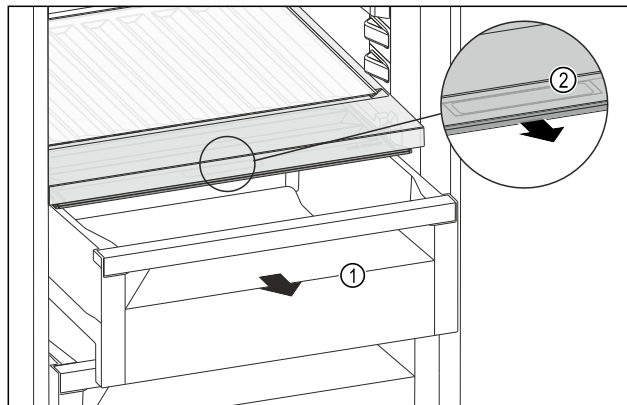

Fig. 170
- ▶ Tërhiqni jashtë sirtarin Fig. 170 (1).
- ▶ Kapni dorezën e futur Fig. 170 (2) në kapakun e ndarjes dhe në të njëjtën kohë tërhiqni përpara kapakun e ndarjes.